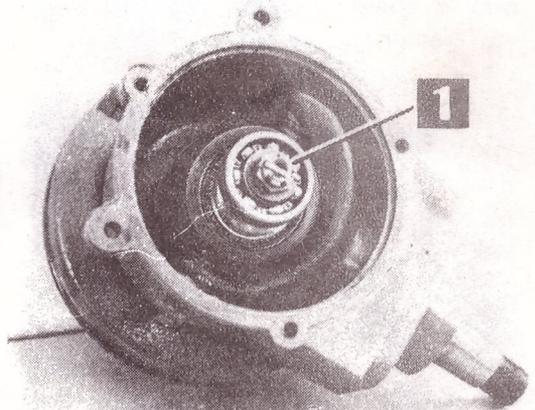

FIG. 46b
- régler les roulements à rouleaux coniques en éliminant complètement le jeu, mais sans qu'ils soient durs : ils doivent tourner librement (fig.46b).